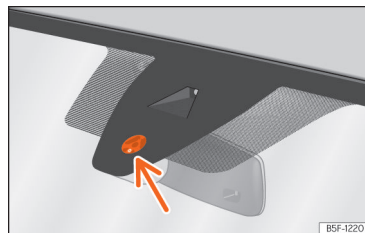

Fig. 74 Superfície sensível do sensor de chuva.
»» Fig. 74 do sensor de chuva são, entre outras:
- **Sujidade:** o pó seco, a cera, o revestimento dos vidros (efeito lótus) ou os restos de detergente (lavagem automática) podem diminuir a eficácia do sensor de chuva ou fazer com que reaja mais tarde, mais lentamente ou que não funcione. Limpe regularmente a superfície sensível do sensor de chuva »» Fig. 74 (seta) e verifique possíveis danos nas escovas.